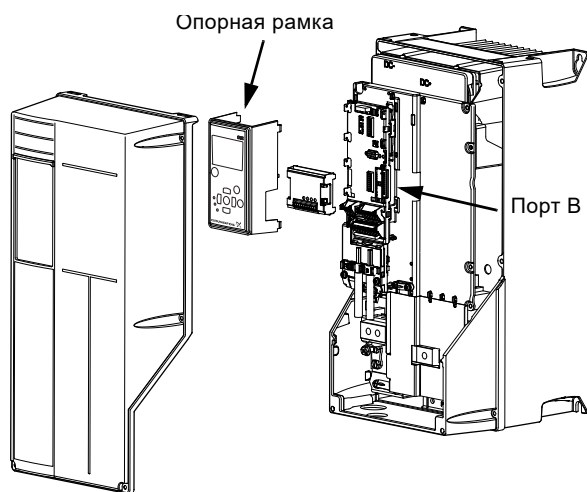

Рис. 23 Корпуса В2, С1
2. Извлеките панель управления и опорную рамку из преобразователя частоты CUE. См. рис. 23.
4. Подключите сигнальные кабели и закрепите их с помощью кабельных зажимов. См. рис. 23.